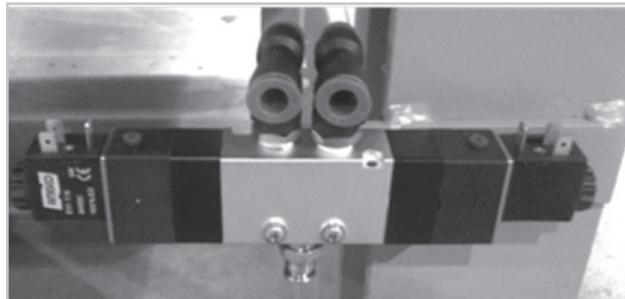

Figure 88
- Inspecter toutes les conduites d'air et les valves solénoides pour vous assurer qu'il n'y a pas de fuites d'air (figure 88).